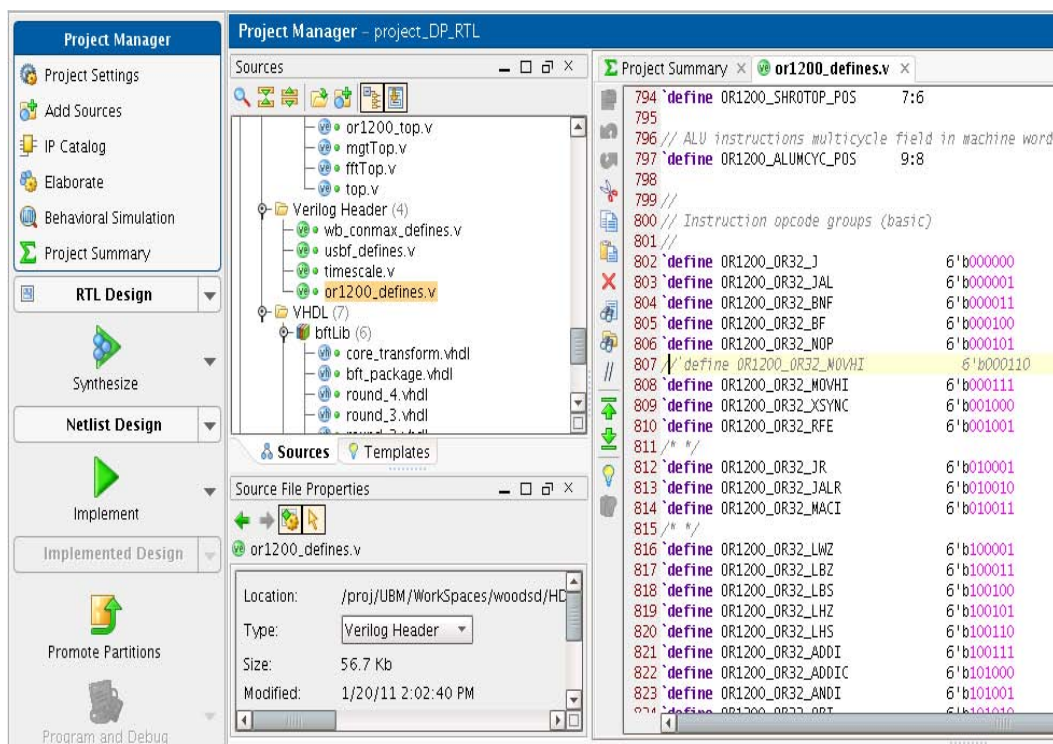

図 1-14 : `or1200_defins.v` のアップデート
3. `or1200_defins.v` をダブルクリックし、テキスト エディターを開きます (図 1-14)。